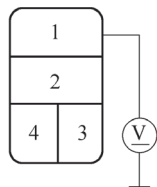

图 5-131 测量压缩机离合器 4P 插座的 1 号端子与车身搭铁之间的电压
4) 如图 5-131 所示，测量压缩机离合器 4P 插座的 1 号端子与